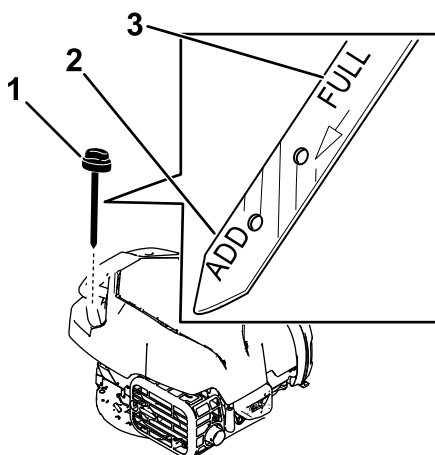

Figure 25
3. Tournez le bouchon dans le sens antihoraire et sortez la jauge (Figure 25).
10. Vérifiez le niveau d'huile indiqué par la jauge (Figure 25).